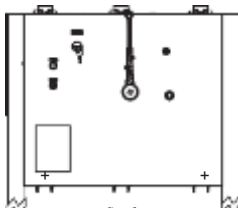

fig. 1
- 6** Carregar a mola de fechamento manualmente. Girar a manivela de carregamento das molas do tipo “catraca” no sentido horário, por consecutivos movimentos nunca superiores a 180° partido do ponto de referência fig. 1, até totalizar a carga completa da mola. Observar no indicador de mola: “**carregada / descarregada**” a presença da cor **amarela**, que significa “**mola carregada**”. Consequentemente no indicador da posição dos contatos: “**aberto / fechado**” a presença da cor verde, que significa contato aberto, sinal “**O**”.